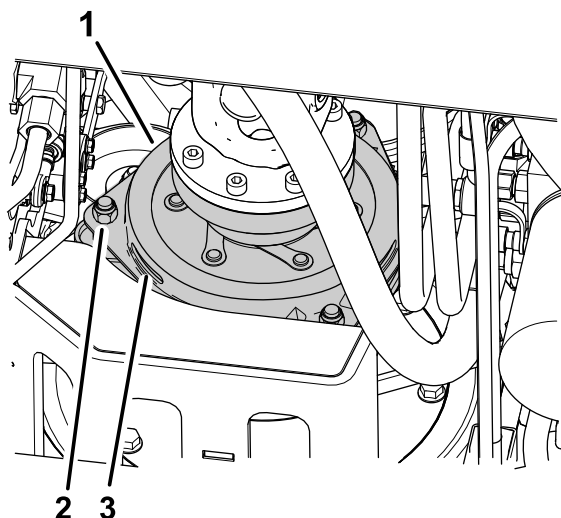

図 75
3. クラッチのライニングと摩擦プレートとの間のギャップを 0.3 mm のすきまゲージが軽い抵抗で通れるように調整する 図 75。
注 調整ナットを右に回すと隙間が小さくなります 図 75。整備時の隙間の最大値は 0.6 mm です。3ヶ所すべてのすき間を 0.4 mm (0.012") に調整してください。